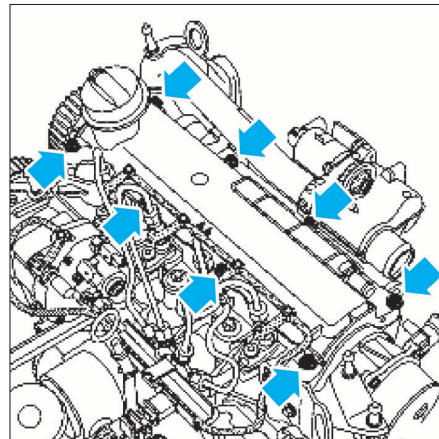

FIG. 82
- Déposer le couvre-culasse (Fig.82).